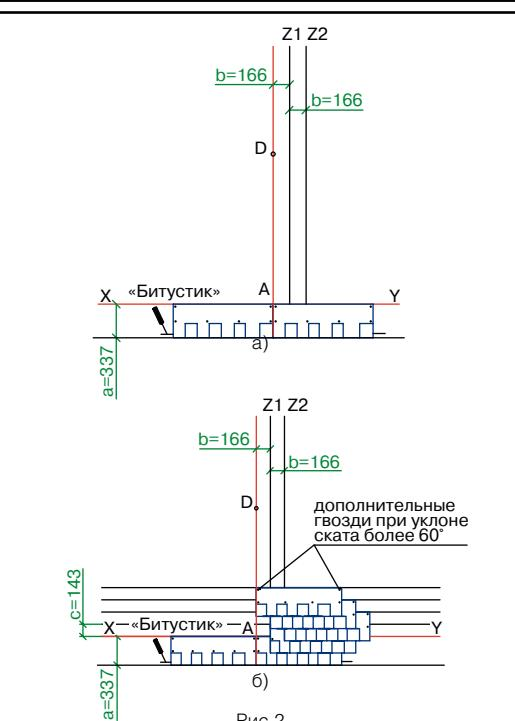

Рис.2
Укладка материала (рис. 2)
- первый ряд черепицы укладывается от линии AD (рис. 2а);
- второй ряд укладывается от линии Z1 (со смещением 16,6 см от AD) (рис. 2б);
- третий ряд укладывается от линии Z2 (со смещением 16,6 см от Z1) (рис. 2в);
- четвертый ряд – от линии Z1 (рис. 2г);
- пятый ряд – от линии AD (рис. 2д);
Каждый лист черепицы МАСТЕР крепится 4 гвоздями таким образом, чтобы гвоздь прошел в верхний край низлежащего листа черепицы МАСТЕР (рис. 2а, б).